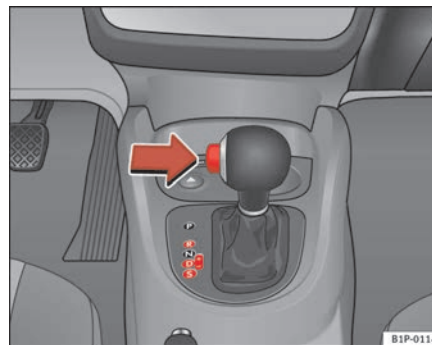

Abb. 124 Fahren
- Drücken Sie den Taster am Wählhebel (links am Wählhebel) ⇒ Abb. 124.